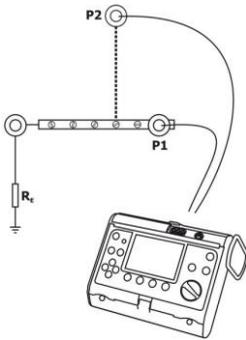

Abb. 16. Anschließen des Messgeräts
- schließen Sie das Messgerät per Kabel an die Netzbuchse auf der Tafel an (siehe Abb. 16),